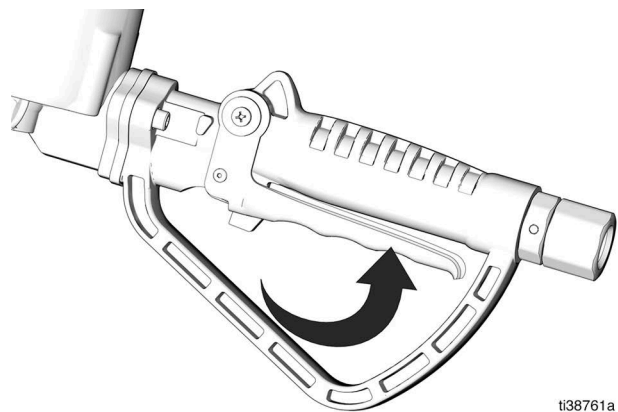

图 6
8. 要在达到预设量之前停止加注，请通过向阀体拉动扳机并释放扳机来松开扳机锁（图 6 和 图 7）。